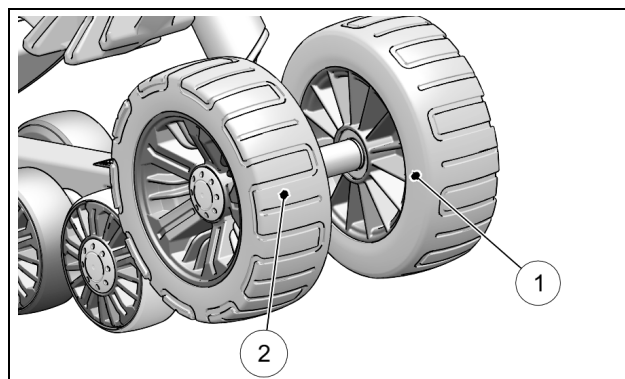

Abbildung 35
Überprüfen Sie den Abnutzungsgrad der Urethan-Reifen, besonders an der inneren Führungsleiste (1) und zwischen den Reifenprofilen (2). Das Rad muss ausgewechselt werden, wenn die Innenseite abgenutzt oder der Reifen zwischen den Reifenprofilen gerissen ist. Ein Rad, das übermäßig abgenutzt ist, bietet keine ausreichende Stützfunktion für die Führung der Raupenkette. Raupenkettens-Führungen können auch frühzeitig verschleifen. Abbildung 35.